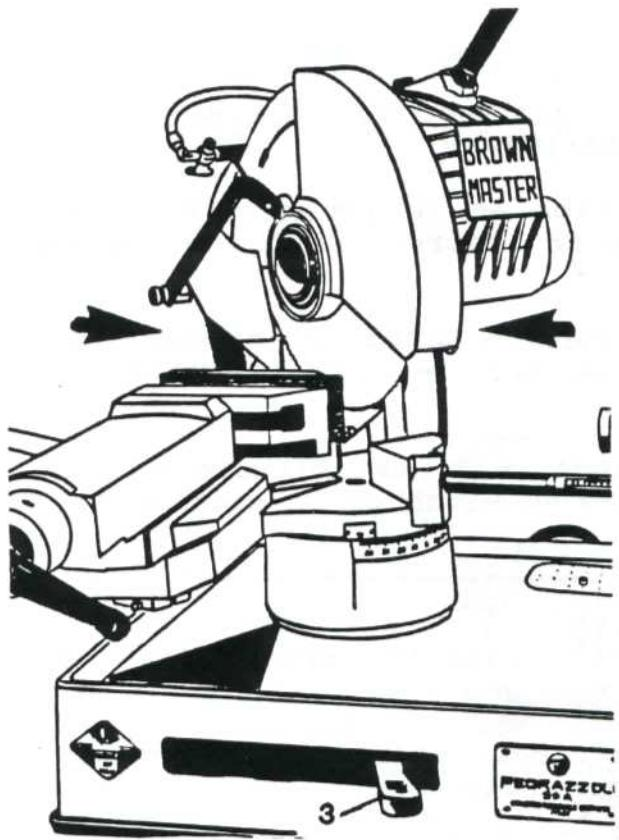

FIG.5
To rotate the head: release the lever (3) by pushing towards the right, and as indicated in figure 5, rotate the head to the required position. Cuts can be performed from  $0^\circ$  to  $45^\circ$  towards the left or right and up to  $90^\circ$  towards right for longitudinal cuts.
Pour faire tourner la tête il est nécessaire: de débloquer le levier (3) en poussant vers la droite et, comme l'indique la fig. 5, de faire tourner la tête dans la position désirée. On peut obtenir des coupes d'anglet entre  $0^\circ$  à  $45^\circ$  vers la gauche-droite et jusqu'à  $90^\circ$  à droite pour coupes longitudinales.